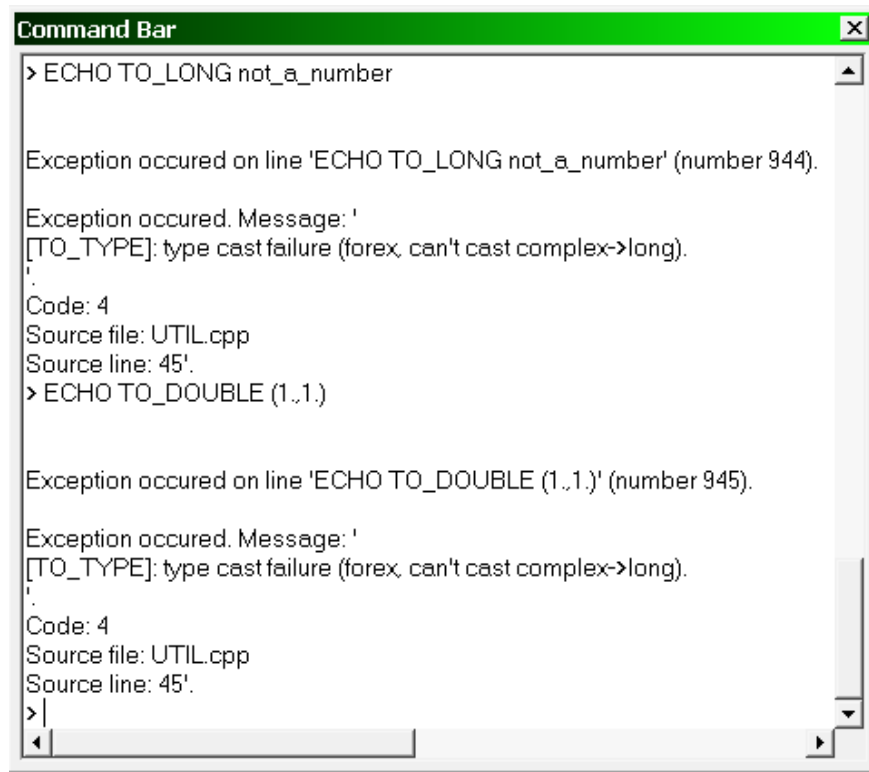

Рисунок 5.51 – Исключения в результате выполнения неверных преобразований типов
- Неверные преобразования типов генерируют исключение (рисунок 5.51), например: «`TO_LONG not_a_number`», «`TO_DOUBLE (1.,1.)`».